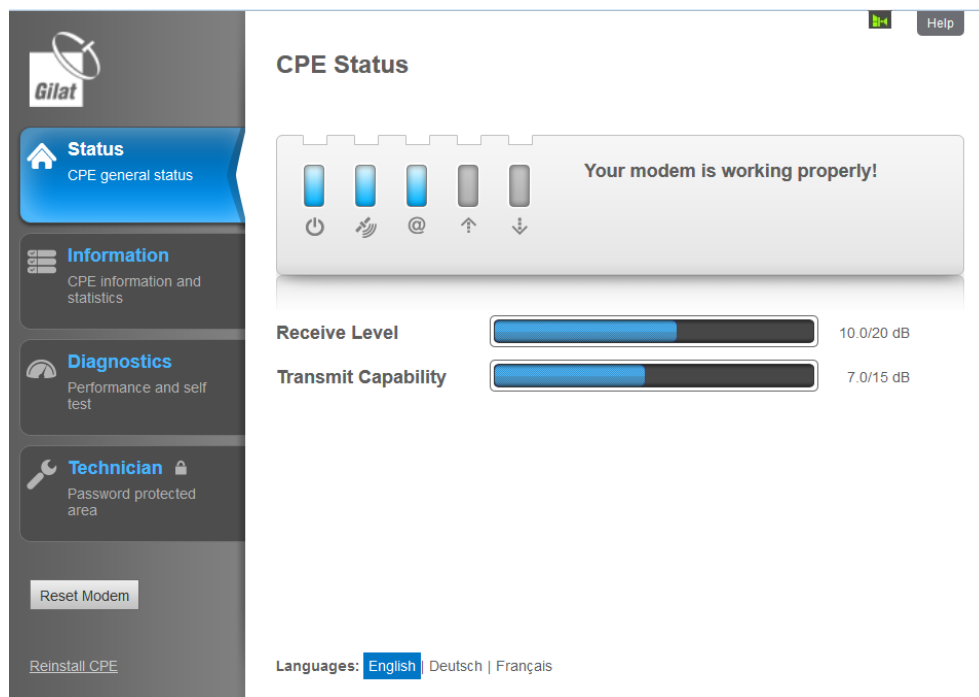

Рис. 53. Установка модема — заключительная страница
2. Появится напоминание, показанное на рис. 53. Убедитесь, что выполнили все указанные действия.